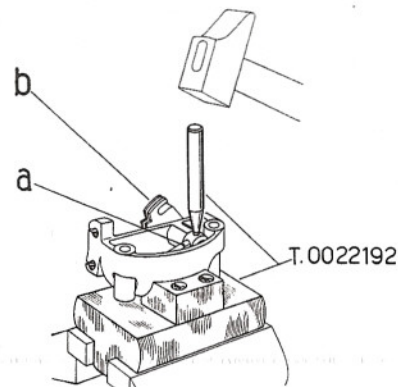

Fig. 20/D - Montaggio leva nel settore cambio
- 1) Montare il supporto del settore nell'attrezzo T.0022192 come indicato in fig. 20/D; quindi ruotare la levetta « a » di circa 180°, in senso orario rispetto alla posizione illustrata in fig. 20/D, fino a far battuta nel supporto del settore.
- b) Infilare il settore « b » e montare la spina di collegamento come indicato in fig. 20/D.